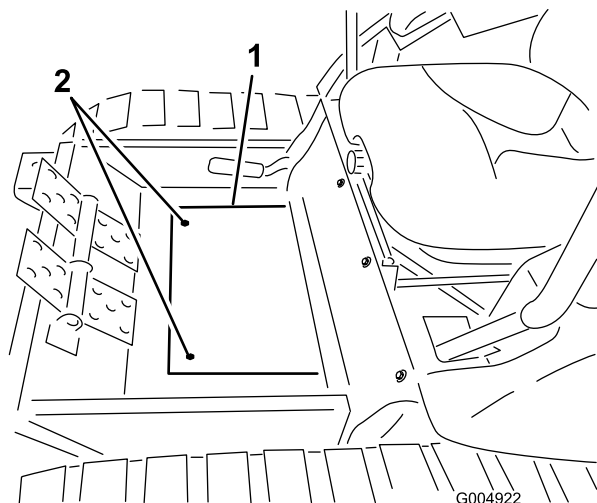

Figura 34
25. Instale la cubierta de la chapa de suelo del bastidor de invierno en el suelo con los tornillos que retiró anteriormente (Figura 34).